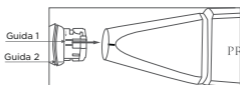
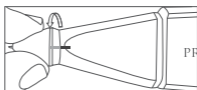

Fig. 2a
Fig. 2b
2. Per inserire una nuova punta per la sonda, posizionare la Guida 1 come mostrato nella Fig. 2a, farla scorrere e ruotare in senso orario per allineare la Guida 2 con la guida indicata sul corpo principale per fissarla come mostrato nella Fig. 2b